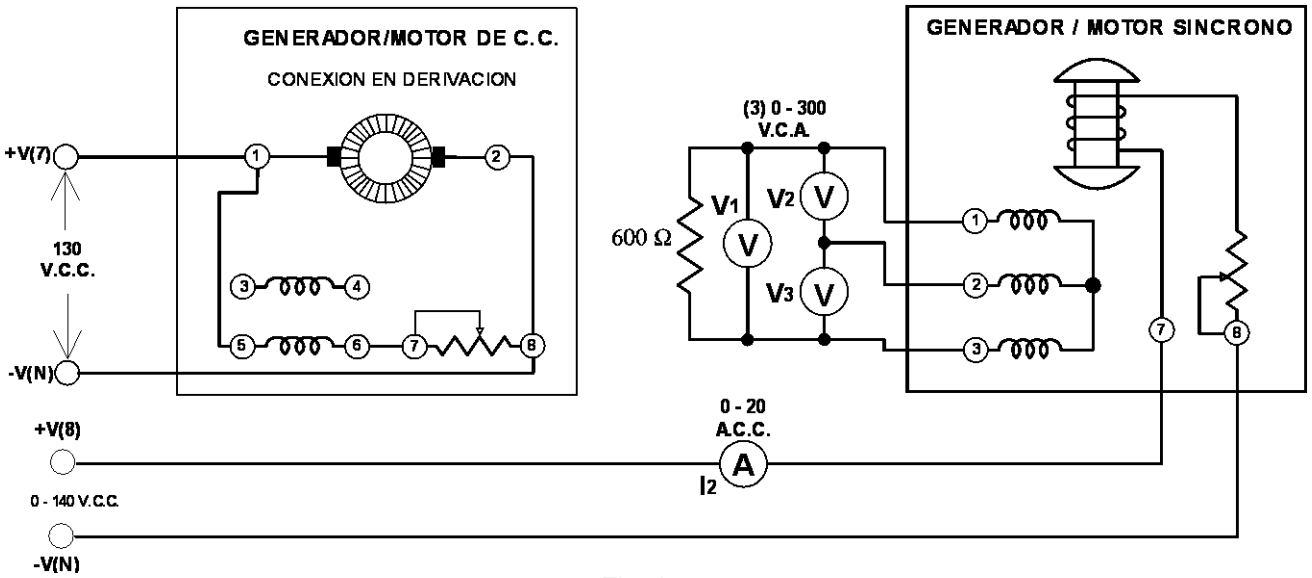

Fig. A2-2
7.- Conecte el circuito de la figura A2-2; observe que solo hay una carga entre dos fases del alternador.